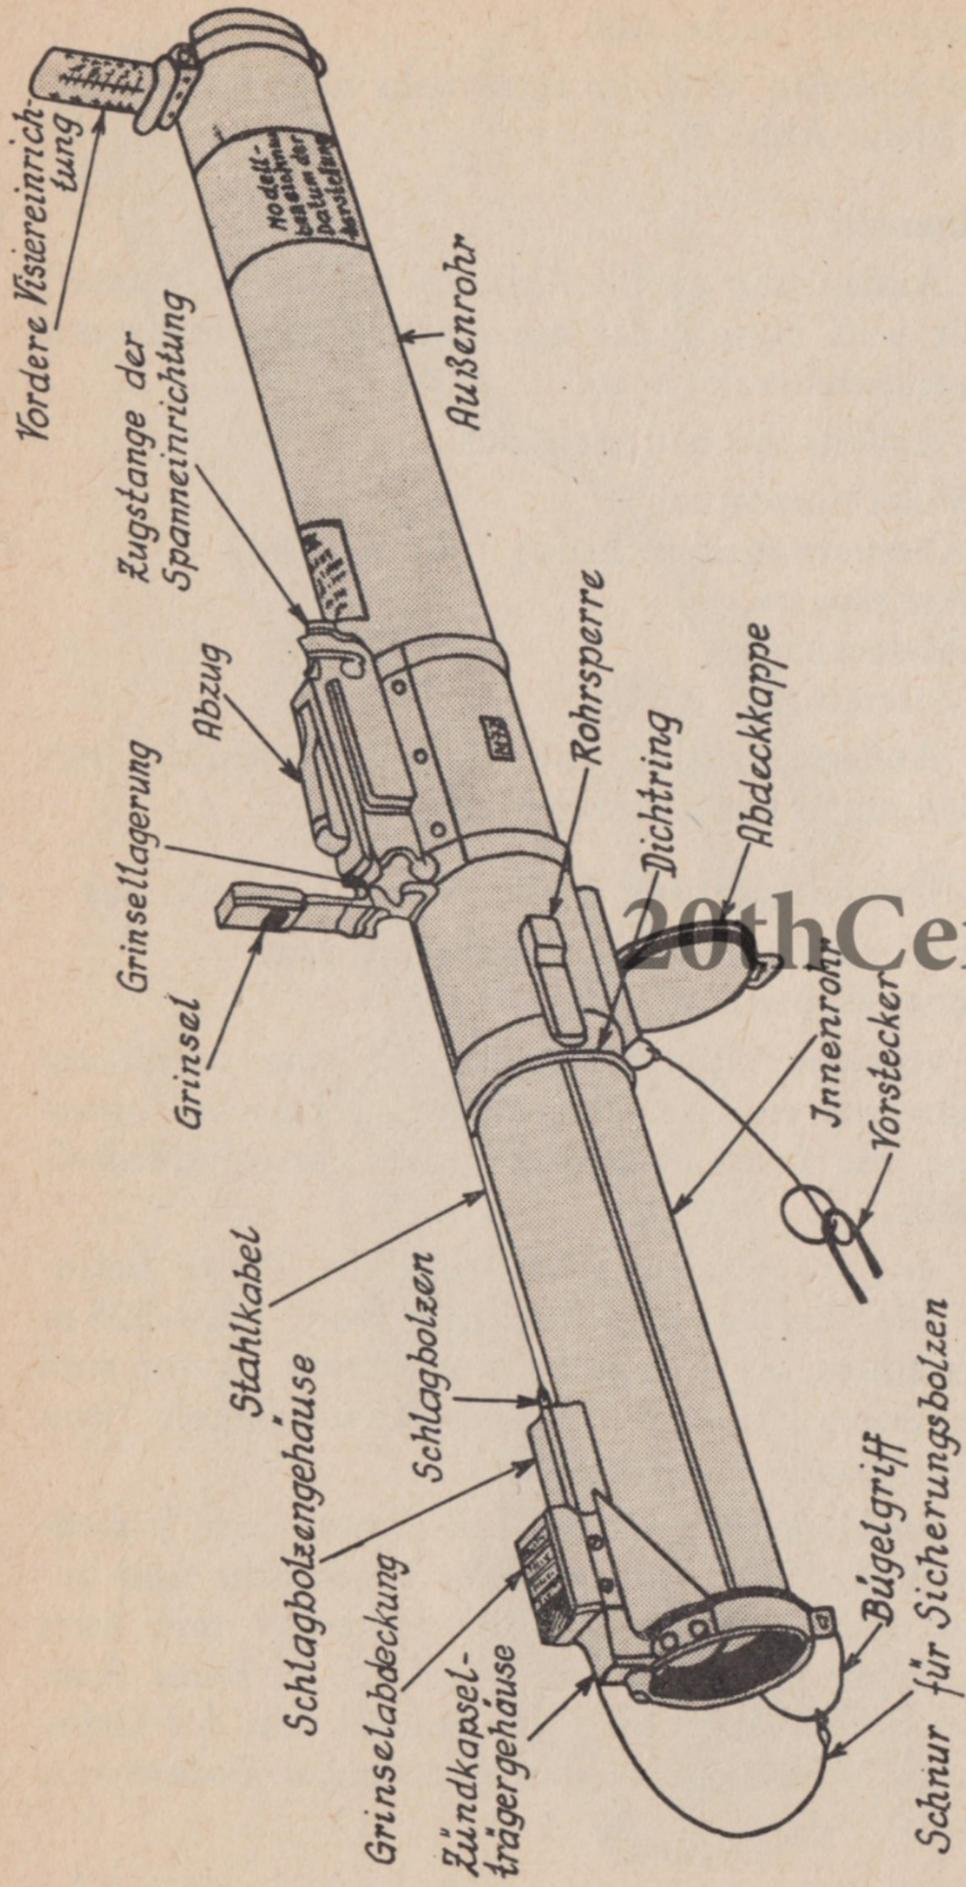

Abb. 2
Zum Schießen wird das Innenrohr nach hinten ausgezogen (siehe Abb. 2).
Das Außenrohr (siehe Abb. 2) ist aus Kunststoff hergestellt und nimmt das ausziehbare Innenrohr mit der Panzerabwehrrakete auf.
7 Die **Abfeuerungseinrichtung** (siehe Abb. 2) ist im kastenartigen Aufbau des Außenrohres untergebracht und besteht aus
Das Innenrohr (siehe Abb. 2) ist aus Aluminium hergestellt und enthält die Panzerabwehrrakete.
- der Zündkapselträger (mit Zündkapsel), der in das Zündkapselträgergehäuse (siehe Abb. 2) ragt,